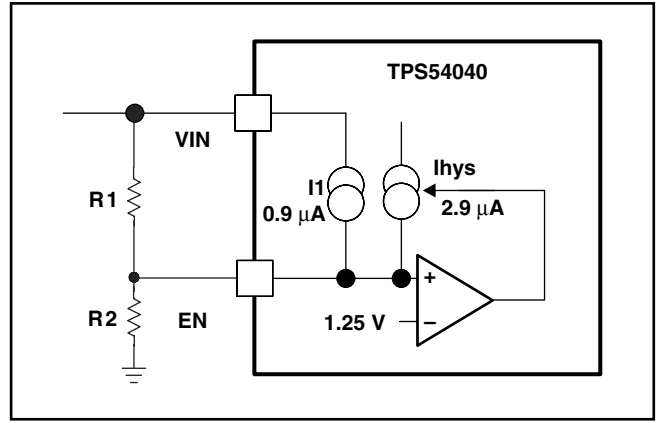

図28. 調整可能な低電圧ロックアウト (UVLO)
VINピンの電圧が2.5Vを下回ると、TPS54040はディスエーブルになります。アプリケーションで、より高い値での低電圧ロックアウト (UVLO) を必要とする場合は、図28のようにENピンを使用し、2個の外付け抵抗で入力電圧UVLOを調整します。UVLO調整抵抗の使用は必須ではありませんが、一貫したパワーアップ動作を実現するために強く推奨します。ENピンには0.9 μ Aの内部プルアップ電流源I1があり、ENピンがフローティングのときにTPS54040が動作するデフォルト状態を提供します。ENピンの電圧が1.25Vを超えると、2.9 μ AのヒステリシスI_{hys}が追加されます。この追加電流により、入力電圧のヒステリシスを実現できます。入力電圧の外部ヒステリシスは、式 (2) を使って設定します。開始入力電圧は、式 (3) を使って設定します。